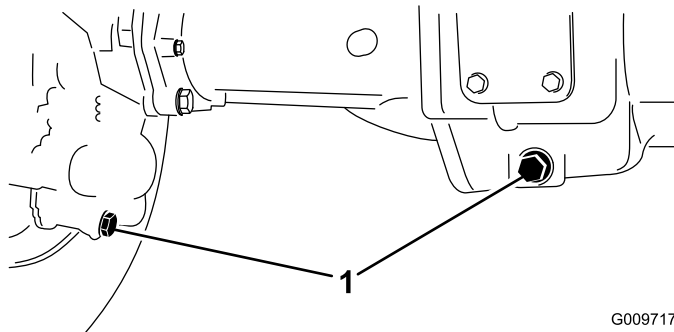

図 73
- ドレンプラグ 図 73 左右端に個と中央に個、全部で3個あるの周辺をきれいに拭く。